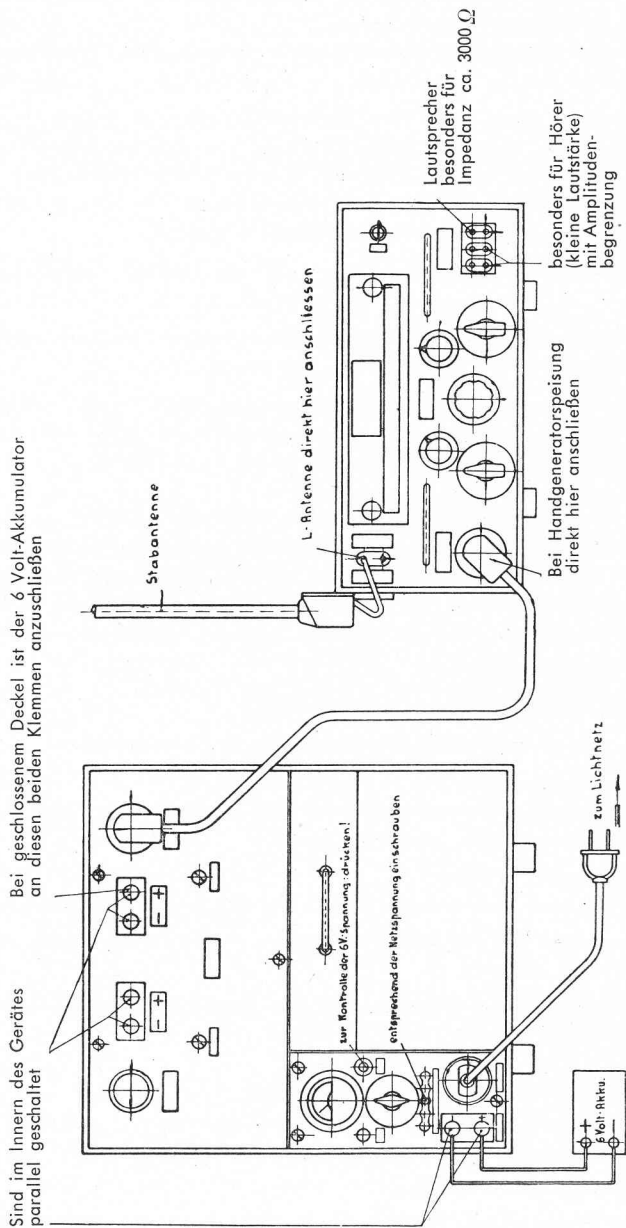

Bild 62. Verkabelungsschema des E 41.
2. Verkabelung nach Bild 62 vornehmen. Sämtliche Kabel befinden sich im Netzgerät. Bei Betrieb im Freien ist der Deckel des Netzgerätes nach Herausnahme der Kabel zu schließen.